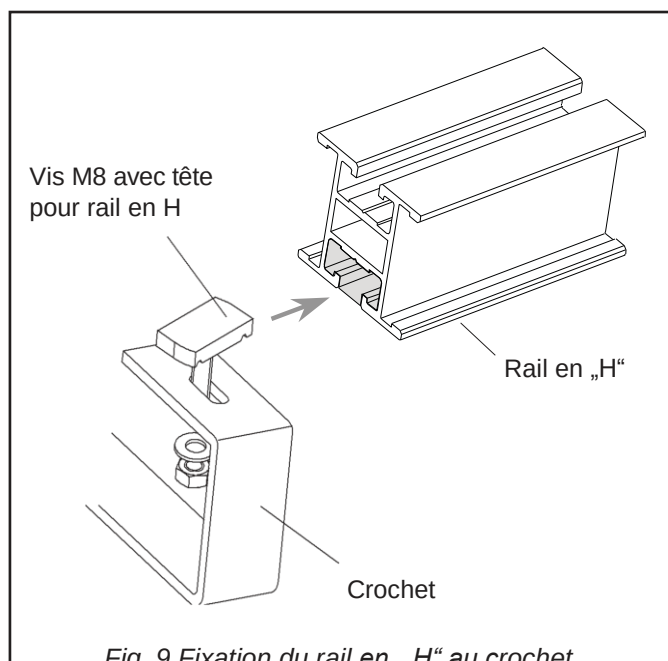

Fig. 9 Fixation du rail en „H“ au crochet
- Sur le boulon fileté, entre les deux écrous avec rondelle élastique, monter le rail en U (Fig. 9).